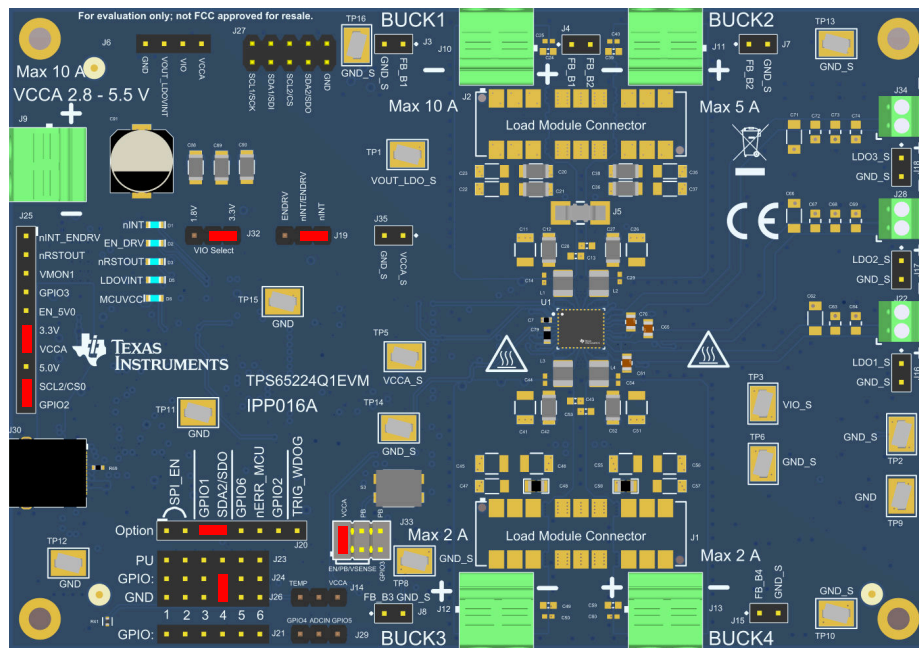

图 2-1. 默认跳线选项以红色显示的 EVM (顶视图)
1. 连接相应的跳线。有关默认跳线连接，请参阅图 2-1。
图 2-1 中标有 VCCA 的端子 J9 可接受最高 14 AWG 的线规。供电电压必须在器件的输入范围 3V 至 5.5V 之内。向 VCCA 提供输入的电源需要提供 135% 的输出功率。电源供应给 VCCA 后，可以将 VCCA 连接到 EN/PB/ VSENSE 引脚，方法是在 J33 中放置跳线以便为电源轨上电。有关正确的跳线连接，请参阅表 2-6。